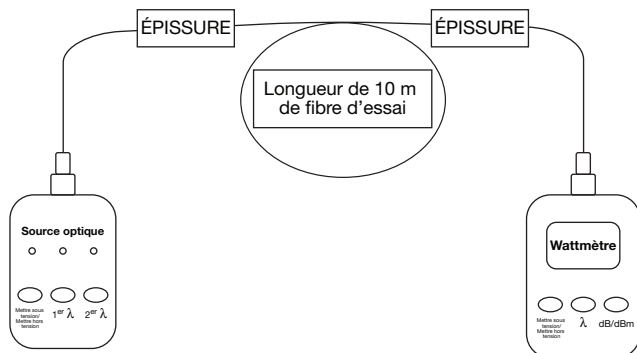

Figure 1
7. Brancher une source laser (SM) ou DEL (MM) à une extrémité de la fibre et un wattmètre à l'extrémité opposée de la fibre. Voir Figure 1.